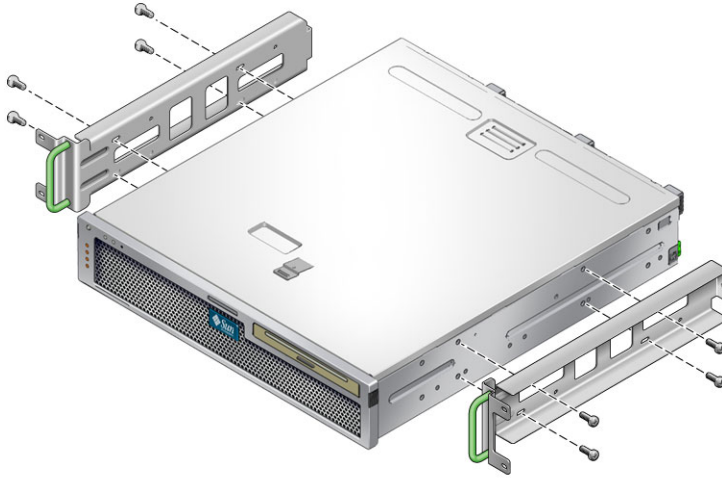

图 3-19 将侧滑轨固定到服务器上
10. 使用八颗 M5 × 10 SEM 螺丝（每个侧滑轨使用四颗），将侧滑轨固定到服务器的侧面（图 3-19）。